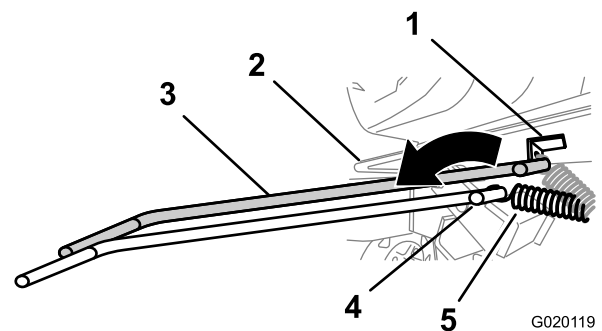

Figure 50
- À l'aide d'un outil de dépose de ressort (réf. Toro 92-5771), déposez le ressort de la patte d'ancrage sur le plancher moteur (Figure 50).
- À l'aide d'un outil de dépose de ressort (réf. Toro 92-5771), reposez le ressort de tension sur la patte d'ancrage sur le plancher moteur (Figure 50).